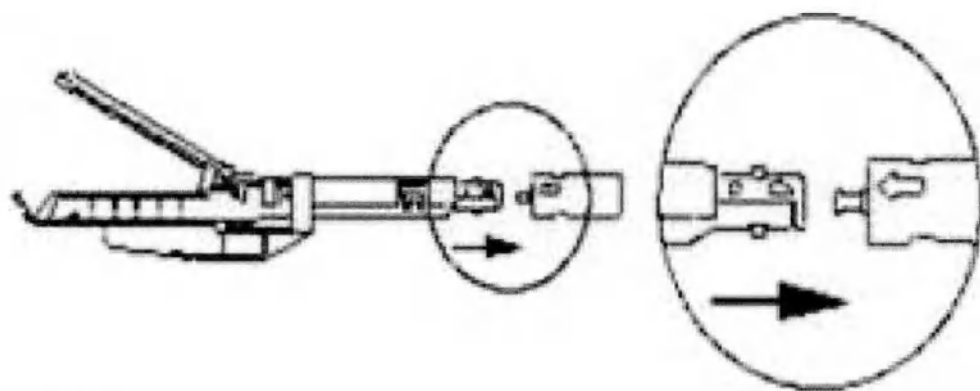

Рисунок 2.
2. Прижмите кассету и поверните ее по часовой стрелке относительно степлера, чтобы зафиксировать. Индикатор выравнивания на штоке степлера выровняется с индикатором выравнивания на кассете (рисунок 2).